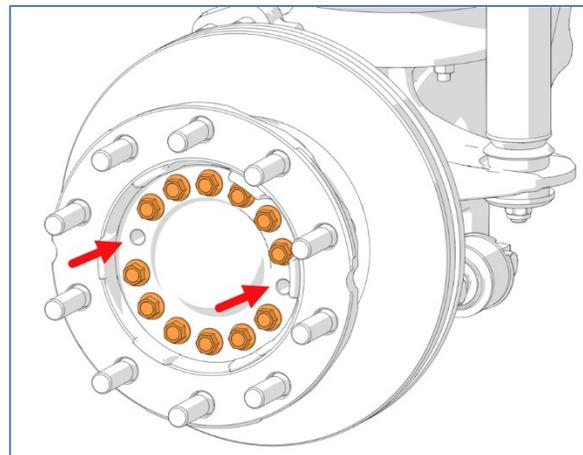

Figure 10
7. Retirez 2 boulons de la bride de moyeu diamétralement opposées (Figure 10).